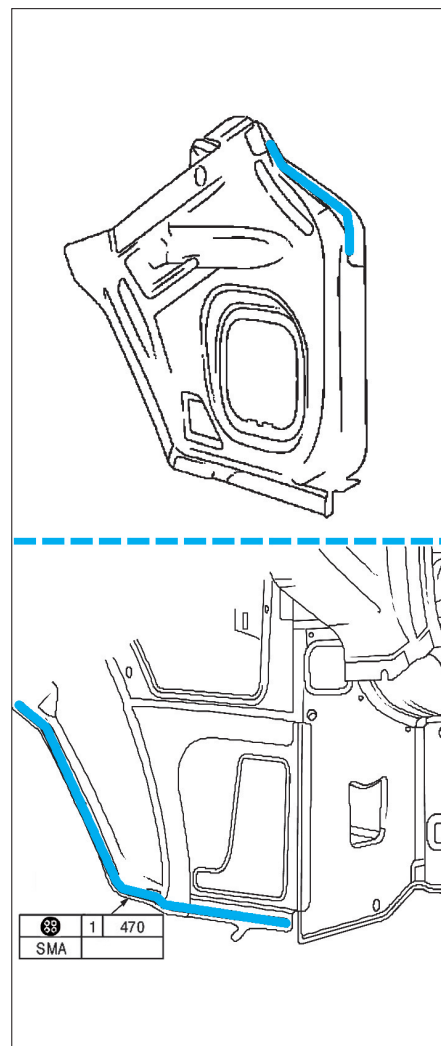

FIG. 141
- Encoller le prolongement intérieur de panneau latéral (fig. 141).